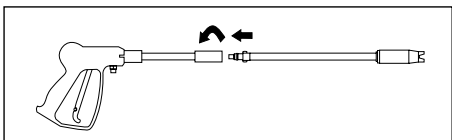

Figure 12 - Branchement de Pistolet/Lance
1. Introduire la lance dans le pistolet et tourner au sens des aiguilles d'une montre à l'arrêt positif tel qu'indiqué sur la Figure 12.